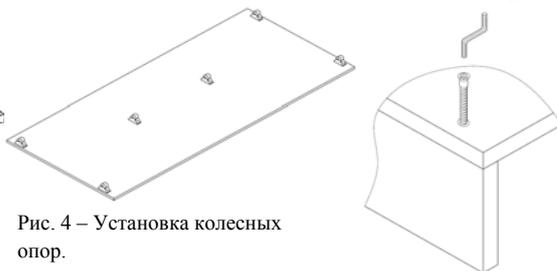

Рис. 4 – Установка колесных опор.
1.3 Прикрепите колесные опоры к стенке горизонтальной (11) шурупами-саморезами 4x16мм (Рис.4) в насверленные отверстия.